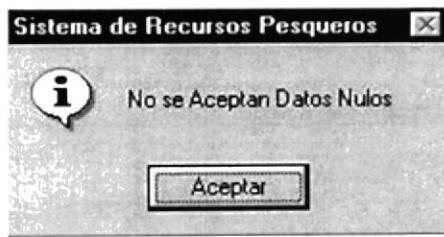

Figura 6.6 Mensaje de Datos Nulos
- En caso de no haber ingresado la contraseña, aparecerá el siguiente mensaje (ver figura 6.6)